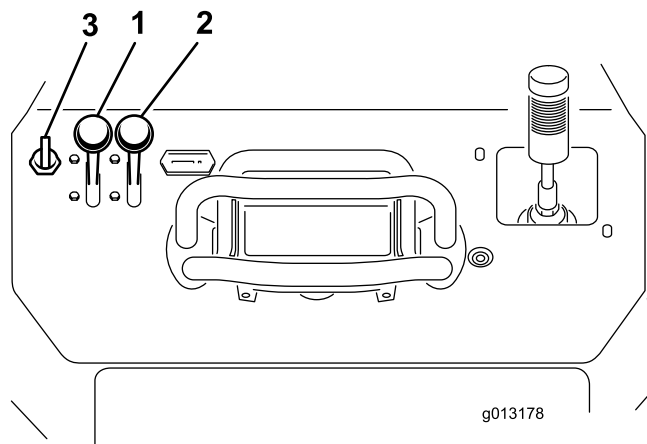

Figura 20
2. Spostate lo starter in posizione On (Figura 20).
3. Girate la chiave in posizione On (Figura 20). Rilasciate la chiave quando il motore si avvia.
4. Spostate gradualmente lo starter in posizione Off (Figura 20). Se il motore si ferma o esita, riavviate lo starter finché il motore non si sarà scaldato.
5. Spostate la leva dell'acceleratore nella posizione desiderata (Figura 20).
1. Portate la leva dell'acceleratore al centro tra le posizioni minima e massima (Figura 20).
2. Spostate la leva dell'acceleratore in posizione Slow (Figura 20).
3. Girate la chiave in posizione off (Figura 20).